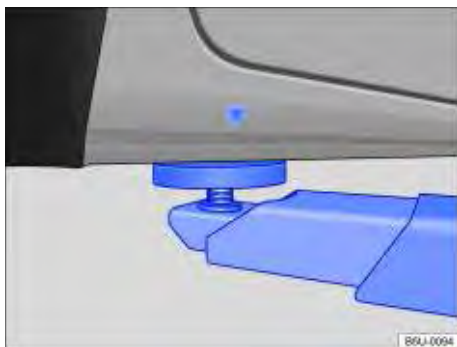
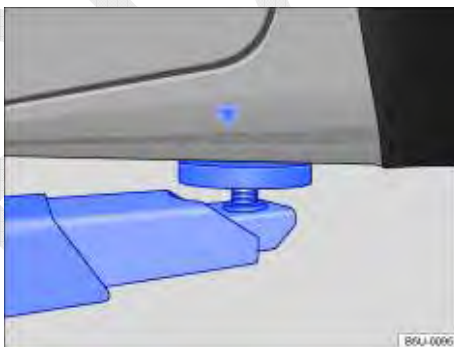

Fig. 142 Pontos de apoio dianteiros para a suspensão com plataforma elevatória ou com macaco.
Fig. 143 Pontos de apoio traseiros para a suspensão com plataforma elevatória ou com macaco.
O veículo deve ser suspenso somente pelos pontos indicados nas figuras ⇒ **Fig. 142** e ⇒ **Fig. 143**. Se o veículo não for suspenso pelos pontos indicados, podem ocorrer danos no veículo ⇒ **ⓘ** e ferimentos graves ⇒ **⚠️**.
- Suspender o veículo somente pelos pontos indicados nas figuras ⇒ Fig. 142 e ⇒ Fig. 143. Se o veículo não for suspenso pelos pontos indicados, o veículo pode cair da plataforma elevatória quando, por exemplo, o motor ou a suspensão for desmontado.